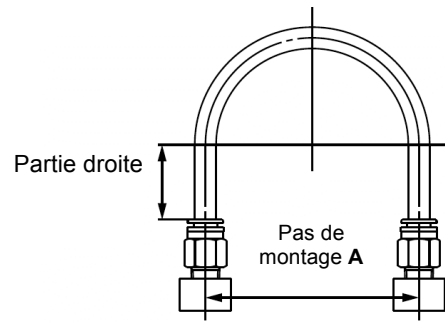

Figure 6
- Lors du raccordement de tubes à raccords instantanés, prévoyez une longueur de tuyau supplémentaire comme indiqué en Figure 6.